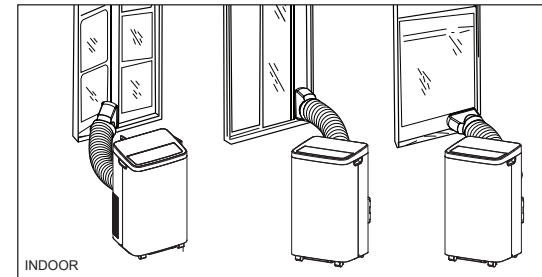

Fig. 4
- 2/ Desliza el otro conector para descarga (n. ° 12) en la salida de aire (n. ° 6) situado en la parte posterior de la unidad Extiende el tubo (n. ° 11) hasta la longitud necesaria y saca la boquilla de descarga (n. ° 14) por una ventana abierta, como se muestra en la Fig. 4.